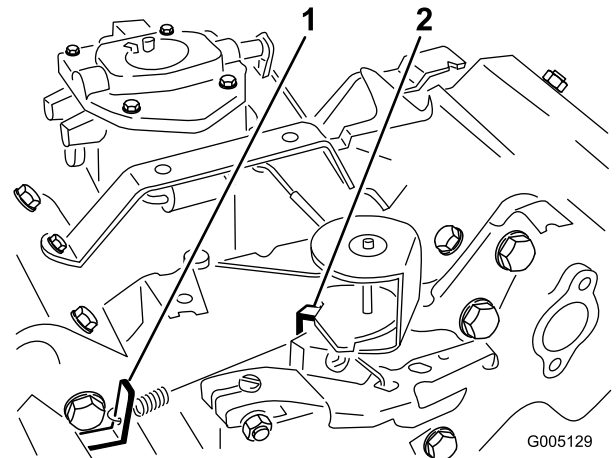

図 48
- スロットルコントロールをFAST位置とする。高速アイドルスプリングアンカーの耳(図 48)を曲げて、エンジン速度を 3400±50 RPM に調整する。